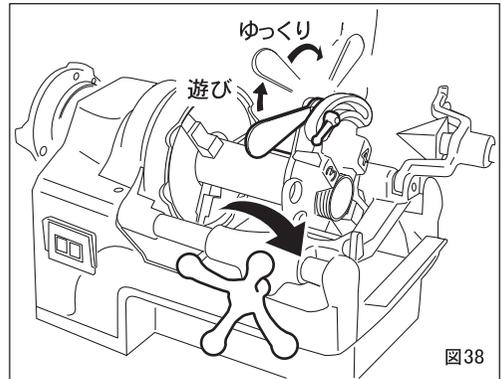

図38
- ① ノッチ軸を(-)ドライバーで緩めます。
- ② 位置決めノッチを押さえながらノッチ軸を外します。
- ③ 位置決めノッチをその下にあるピンとバネが飛び出さないよう、注意しながら外します。
- ④ サイズ調整板を図38-①②のどちらかの側に2枚共挿入してください。
- ⑤ バネ及びピンを切上ブロックの所定の穴に入れ、位置決めノッチで押さえます。
- ⑥ ノッチ軸を切上ブロックに通し、位置決めノッチ、サイズ調整板をセットします。
- ⑦ (-)ドライバーでノッチ軸をしっかり締付けてください。
① ねじを太い目にするとき ② ねじを細い目にするとき
- ④ねじが規定の寸法まで切れたら偏心ハンドルをゆっくりと矢印の方向に持ち上げてチェーザを開きねじを切り上げます。 (このとき急激にチェーザを開くとねじに段がつき、ねじの仕上がりが悪くなります。) (図38)
- ⑤あとは送りハンドルでダイヘッドをパイプからはなせばねじ切りは完了です。ダイヘッドを上位置に起こすと油は止まります。